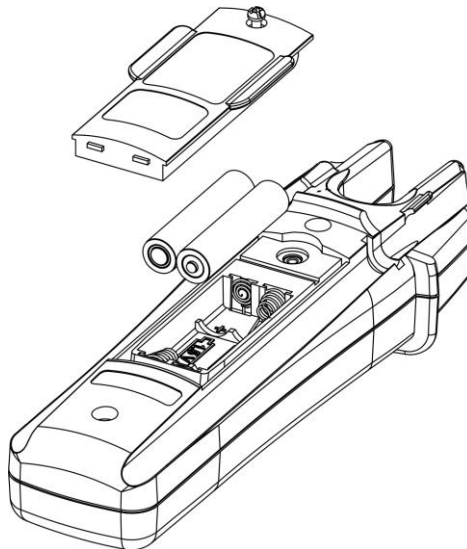

Abb. 8: Batteriewechsel
2. Schrauben Sie das Batteriefach auf und entfernen Sie den Deckel (siehe Abb. 8)